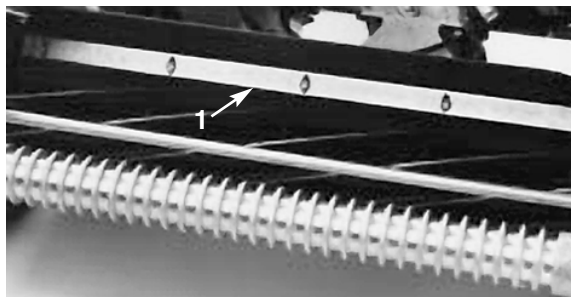

Fig. 10
1. Aliviar os parafusos que seguram a barra superior (Fig. 10) na unidade de corte. Colocar um apalpa-folgas de 1,5 mm entre o topo do carretel e a barra e apertar os parafusos. Assegurar que a barra e o carretel estão a uma distância igual ao longo de todo o carretel.